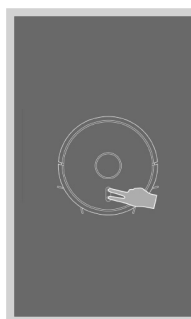

fig. 6
- Prima di procedere al collegamento assicurarsi che l'apparecchio si trovi nel regime di standby. Premere contemporaneamente per almeno 3 secondi entrambi pulsanti (fig. 6), fino a che il robot non comincia a lampeggiare e non si sente il messaggio acustico „WiFi lost please follow the App instruction for reconnection“ (WiFi persa, seguire le istruzioni per ripristinare la connessione). Controllare se il telefono è connesso alla stessa rete WiFi alla quale si vuole connettere il robot.